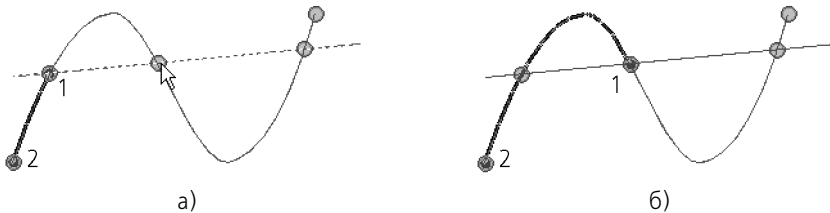

Рис. 123.14. Изменение положения точки **1**:
- ▼ Чтобы задать новую позицию точки **1**, укажите нужную точку пересечения в окне модели (рис. 123.14).